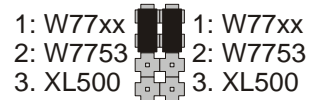

Fig. 7. Jumperinstellingen voor CLCM4T,5T,6T (SERVAL)
3. Controleer de bedrading met Tabel 4 of Tabel 5 en de jumper setting Fig. 7.
In Fig. 7 zijn de jumperinstellingen afgebeeld voor de CLCM4T,5T en 6T bij aansluiting op een SERVAL.